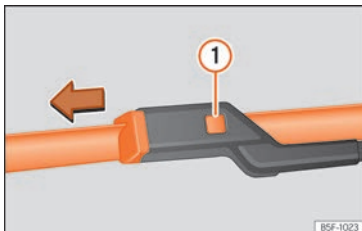

Fig. 80 Sostituzione delle spazzole dei tergicristalli.
- Mantenere premuto il tasto di sblocco » » » **fig. 80** ❶ tirando leggermente la spazzola nel senso della freccia.